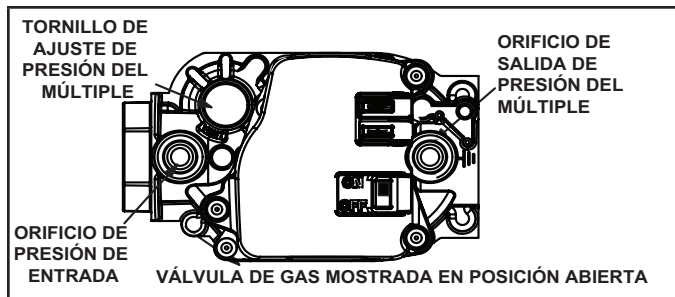

Figura 23
### Funcionamiento de la válvula de gas (Figura 23)
- 6 - Mueva el interruptor en la válvula de gas a la posición OFF (apagado). No lo fuerce. Ver la Figura 23.
- 8 - Mueva el interruptor en la válvula de gas a la posición ON (encendido). No lo fuerce. Ver la Figura 23.